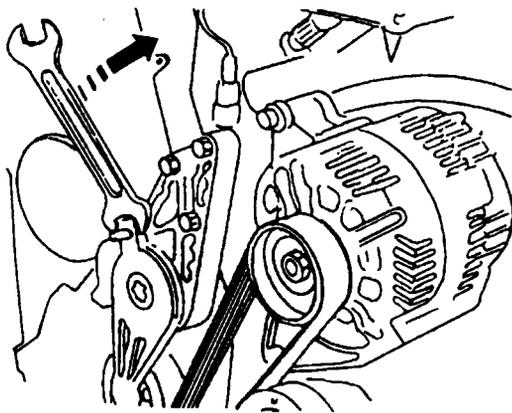

图 1-7 用专用工具扳动张紧轮
20) 使用专用工具按图 1-7 所示的方向扳动张紧轮,使 V 带松开。